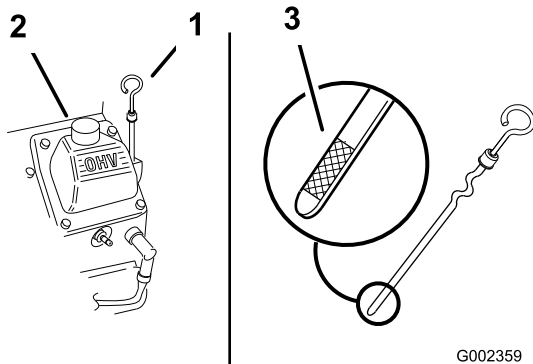

Figure 16
3. Nettoyez la surface autour de la jauge d'huile (Figure 16) pour éviter que des impuretés tombent dans l'orifice de remplissage et endommagent le moteur.
4. Dévissez la jauge d'huile et essuyez soigneusement son extrémité (Figure 16).
5. Remettez la jauge au fond du tube de remplissage, mais sans la visser (Figure 16).
6. Versez avec précaution environ 80 % de la quantité d'huile spécifiée dans le goulot de remplissage (Figure 16).